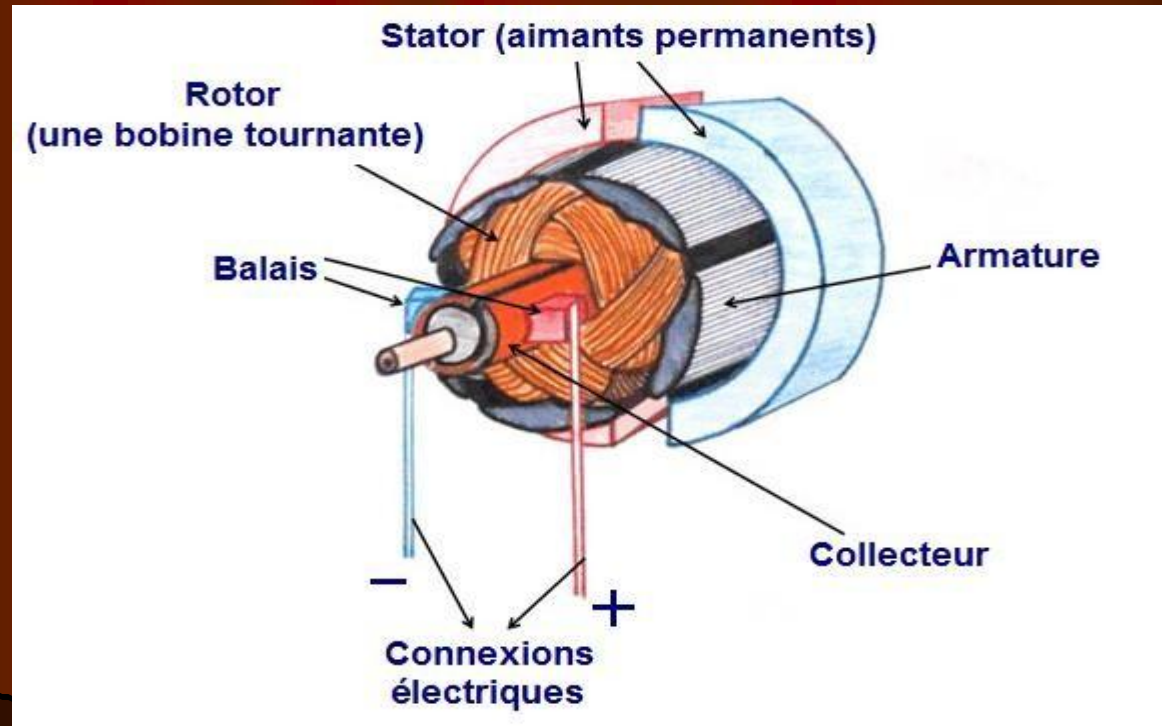

Fig.11: Principe de fonctionnement d'un moteur à courant continu
- Un moteur à courant continu (Fig.11) est donc formé de deux parties électriques : le stator et le rotor.